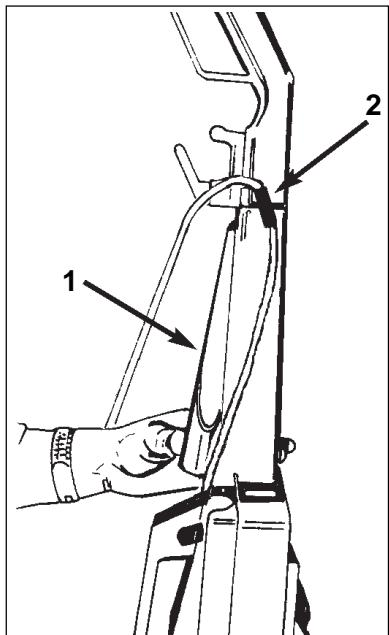
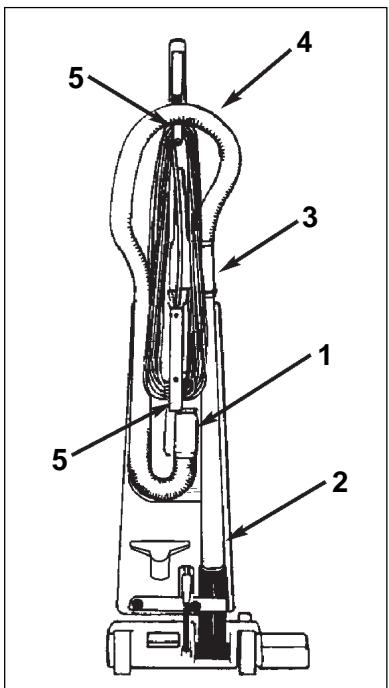

Figure 11
Figure 12
- b. Put the crevice tool in the tool holder (1). See figure 11.
- c. Put the cable holder into the hole of the handle (2). See figure 11.
7. Put the hose adapter into the opening in the back of the tank housing (1). See figure 12.
8. Put the end of the wand in the back of the tank housing (2). See figure 12.
9. Push the wand assembly forward until it locks in position (3). See figure 12.
10. Put the vacuum hose over the hook on the handle assembly (4). See figure 12.
11. Put the power cord around the cord storage hooks (5). See figure 12.
| <p>5. Coloque el soporte de accesorios sobre la tobera. Para fijarlo, siga el procedimiento siguiente :</p> <ol style="list-style-type: none"> <li>a. Coloque el soporte en torno al tubo de la empuñadura.</li> <li>b. Ponga la boquilla en el soporte (1). Véase figura 11.</li> <li>c. Ponga el soporte de cable en el agujero sobre la empuñadura (2). Véase figura 11.</li> </ol> <p>6. Coloque el racor del tubo de aspiración en el extremo lo más ancho del tubo de aspiración.</p> <p>7. Coloque el racor del flexible en la abertura situada en la parte trasera del depósito de aspiración (1).</p> <p>8. Coloque el tubo rígido en el alojamiento encontrándose en el lado izquierdo en la parte trasera del depósito de aspiración (2).</p> <p>9. Empuje el tubo rígido hacia adelante hasta que se bloquee en su sitio (3).</p> <p>10. Coloque el flexible en la muesca de la empuñadura de la tobera (4).</p> <p>11. Enrolle el cable de alimentación sobre los dos ganchos en la parte de atrás del aparato (5). (Figura 12).</p> | <p>5. Placer le support d'accessoires sur le timon. Pour le fixer, procéder comme suit :</p> <ol style="list-style-type: none"> <li>a. Positionner le support autour du tube de la poignée.</li> <li>b. Placer la buse dans le support (1). Voir figure 11.</li> <li>c. Placer l'attachement du câble dans le trou de la poignée (2). Voir figure 11.</li> </ol> <p>6. Placer le raccord du tuyau d'aspiration à l'extrémité la plus large du tuyau d'aspiration.</p> <p>7. Placer le raccord du flexible dans l'ouverture située à l'arrière du réservoir d'aspiration (1).</p> <p>8. Placer le tuyau rigide dans le logement se trouvant sur le côté gauche à l'arrière du réservoir d'aspiration (2).</p> <p>9. Pousser le tuyau rigide vers l'avant jusqu'à ce qu'il se coinse en place (3).</p> <p>10. Placer le flexible dans l'encoche de la poignée du timon (4)</p> <p>11. Enrouler le câble d'alimentation sur les deux crochets à l'arrière de l'appareil (5) (Figure 12).</p> |